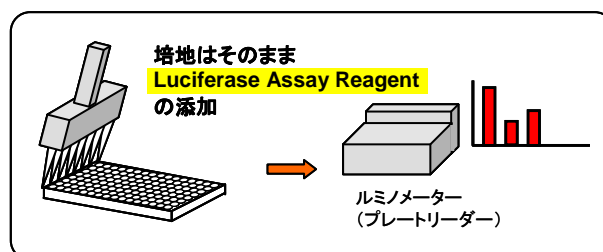

図 3. 96 または 384 ウェルプレートの検出
① (96 ウェルまたは 384 ウェルプレートで)細胞培養後、そのまま測定を行う場合 (図 3)
- (1) Emerald Luc 遺伝子を導入した細胞を培養します。